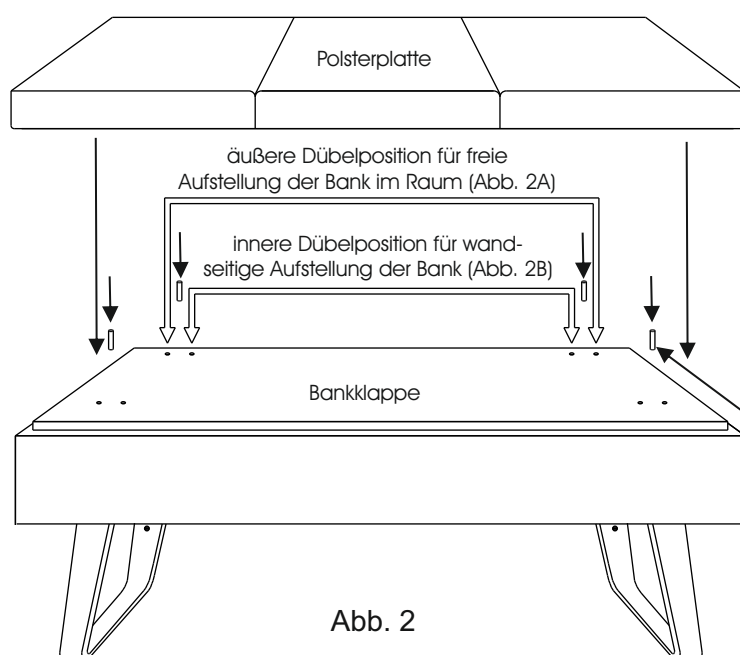

Abb. 2
Hier wird die Polsterplatte mittig auf die Bank platziert. Stecken Sie hierfür die  $\text{\O}8 \times 18 \text{mm}$  Holzdübel in die äußeren Bohrungen der Bankklappe. (Abb. 2 / 2A)
Hier wird die Polsterplatte leicht nach vorne verschoben. Stecken Sie hierfür die  $\text{\O}8 \times 18 \text{mm}$  Holzdübel in die inneren Bohrungen der Bankklappe. (Abb. 2 / 2B)
6. Stecken Sie die Polsterplatten auf die Dübel und verschrauben von innen die Bankklappe mit der Polsterplatte. Verwenden Sie hierzu die  $\text{\O}4 \times 25 \text{mm}$  RW-Schrauben. (Abb. 2 / 3)